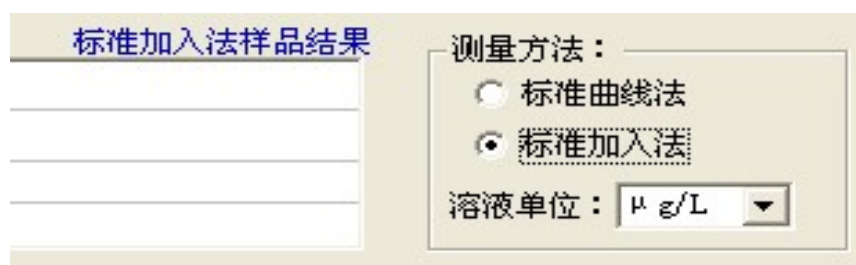

图2.36
3. 仪器首先测量空白溶液，然后按“ C_x ， C_x+S_1 ， C_x+S_2 ，...”即“ S_0 、 S_1 、 S_2 、...”的次序进行测量，测量完成后在标准测量页面的下部显示出该样品的浓度值。点击鼠标右键或在“文件（F）”菜单中选择“打印标准曲线”项，打印标准加入法曲线和结果，见图2.36：